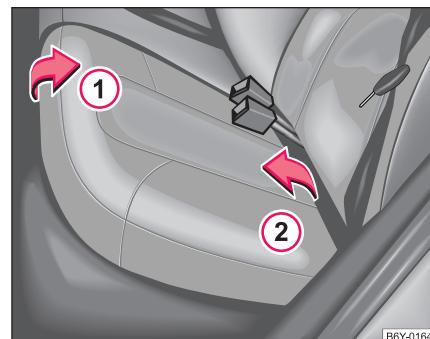

Fig. 48 Abatir hacia delante el banco trasero
- Tirar hacia arriba del banco trasero en el sentido de la flecha ① ⇒ página 71, fig. 48 y abatirlo hacia delante en el sentido de la flecha ②.